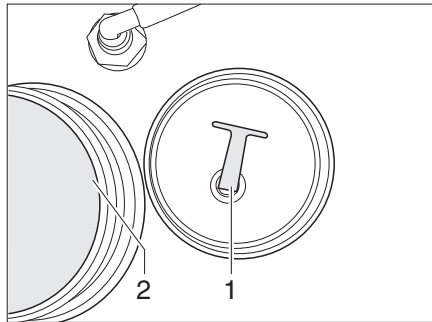

Fig. 144 Réservoir d'eau
- Dévisser le couvercle de fermeture (Fig. 144,2).
- Dévisser le couvercle de fermeture (Fig. 144,2) du réservoir d'eau.
- Dévisser le bouchon de fermeture (Fig. 144,1) de l'ouverture de vidange. L'eau s'écoule.